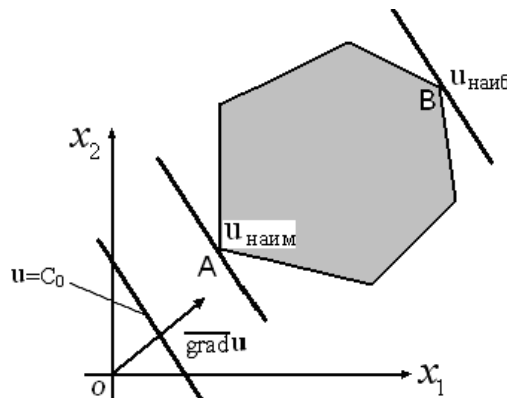

Рис. 2. Графический способ решения задачи ЛП
1. Строят прямые, уравнения которых получают в результате замены в ограничениях (2), (3) знаков неравенств на знаки точных равенств.
3. Строят область допустимых решений (ОДР) задачи, исходя из системы ограничений. Допустим, что ОДР не является пустым множеством (рис. 2).